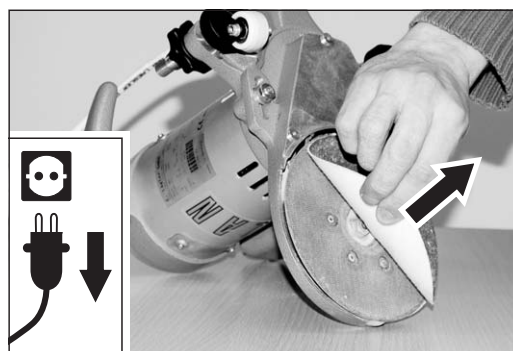

Abb. 21 Die Klettschleifscheibe vom Schleifteller abziehen.
- 3 Ziehen Sie die Klettschleifscheibe vom Schleifteller ab (Abb. 21).